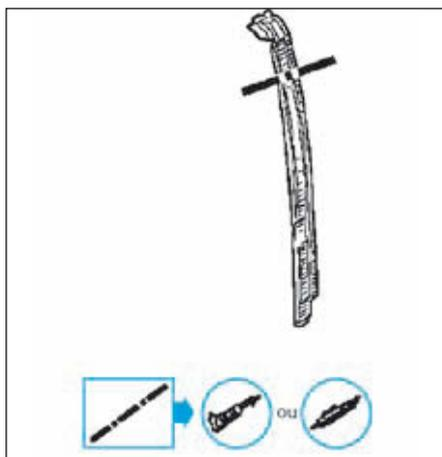

FIG.53
- Tracer puis découper le panneau latéral (Fig.53).